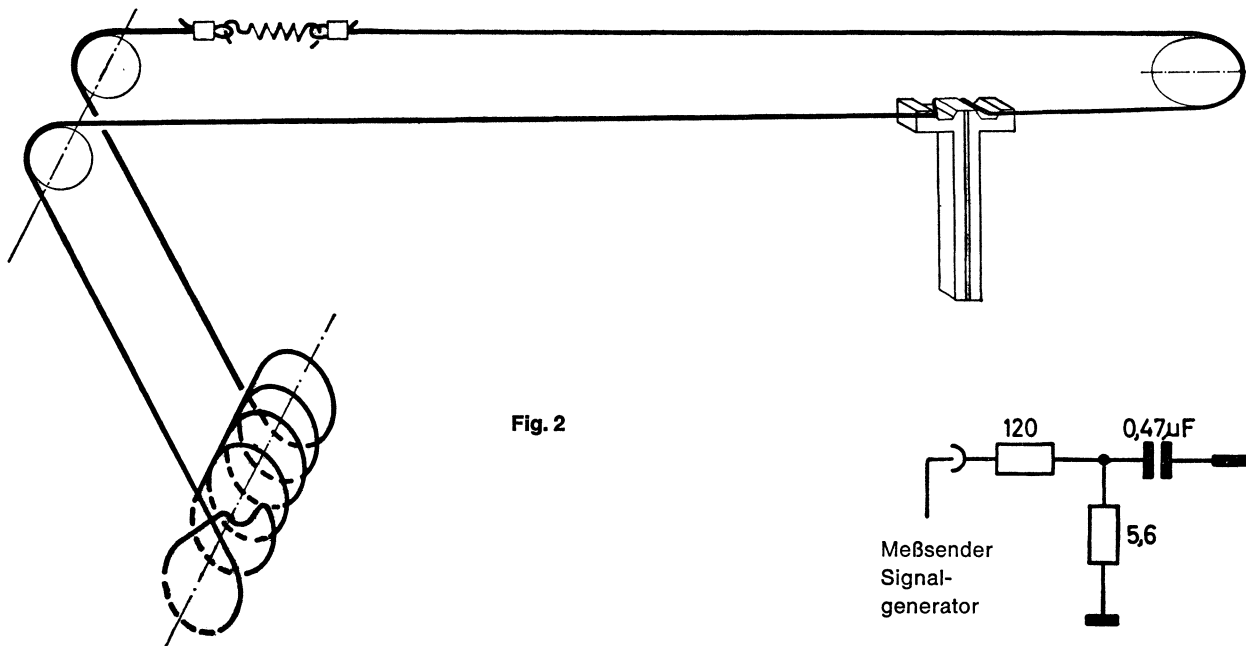

Fig. 2
- 4.3 Skalenseil (Länge ca. 0,70 m) nach Fig. 2 auflegen.